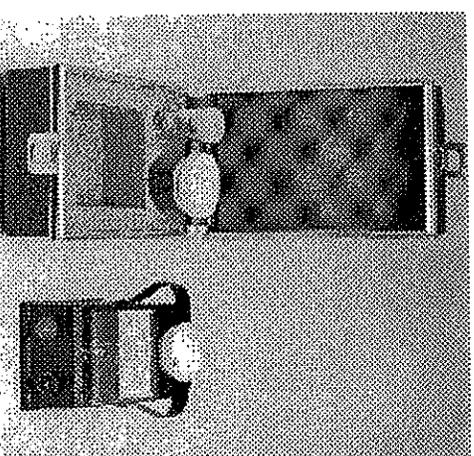

figura 1
**Medidor de conductividad** - Mide la cantidad de sólidos disueltos en la solución por su conductividad eléctrica en micromho (Mmho) o partes por millón (ppm). Se recomienda que tenga compensador de temperatura automático. (Ver figura 1)